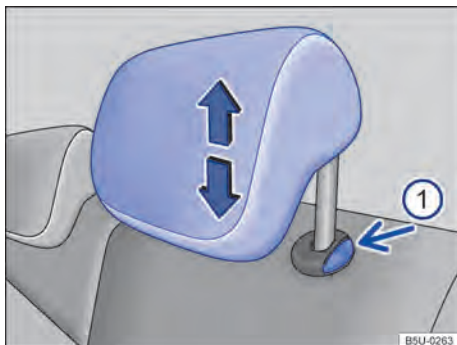

Fig. 65 Apoyacabezas trasero: ajustar.
- Empuje el apoyacabezas hacia arriba en el sentido de la flecha → fig. 65 (A) o con la tecla → fig. 65 (B) pulsada, empuje hacia abajo → ▲ en *Introducción al tema* de la pág. 73.